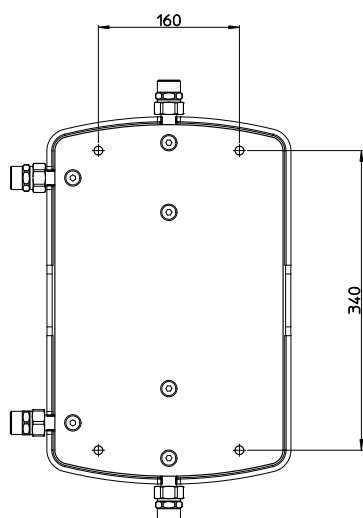

Figura 2: placa posterior para instalar el módulo en la pared
- ✓ Identifique la posición de los 4 agujeros que se realizarán en la pared de acuerdo con el diagrama de la Figura 2;